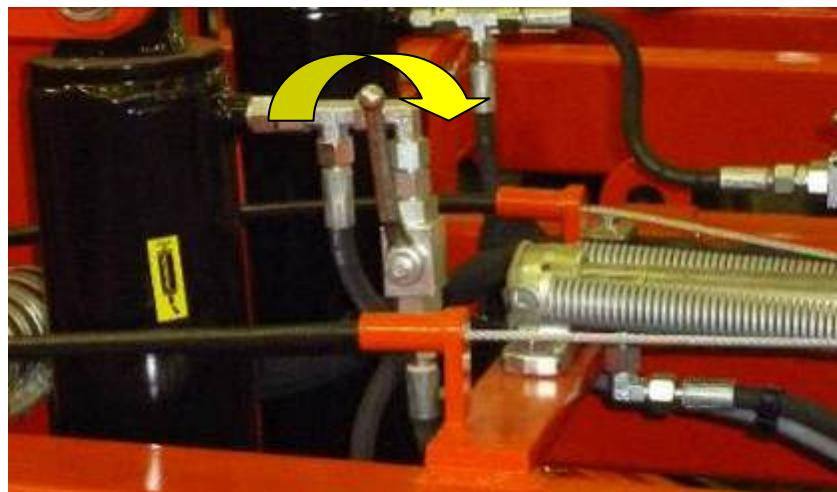

Рисунок 14.
- Закрыть кран подачи гидравлики к гидроцилиндрям подъема и опускания опорных колес (рис. 14).